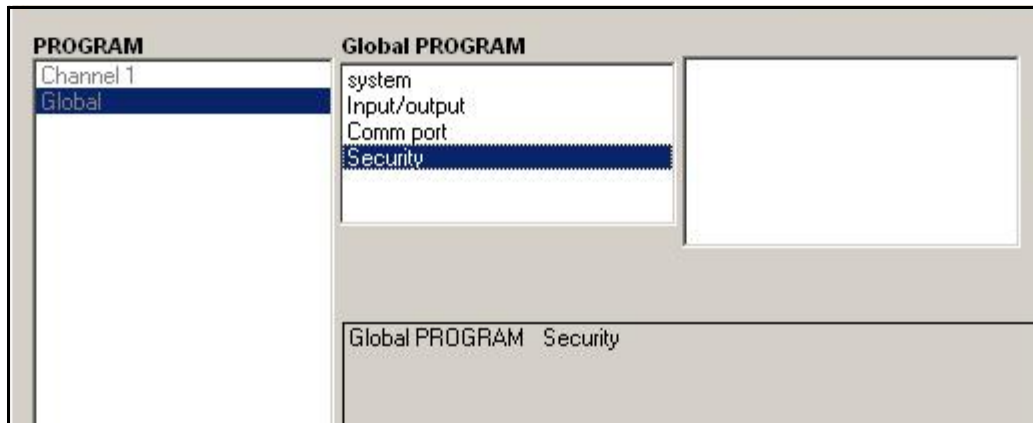

Рис. 46: Меню Global с выделенной опцией Security
1. В меню *Site Data Menu* дважды нажмите запись Global. Если система разблокирована, отображается окно, аналогичное показанному на Рис. 46 ниже. Выделите и дважды нажмите опцию Security (Безопасность) на центральной панели.